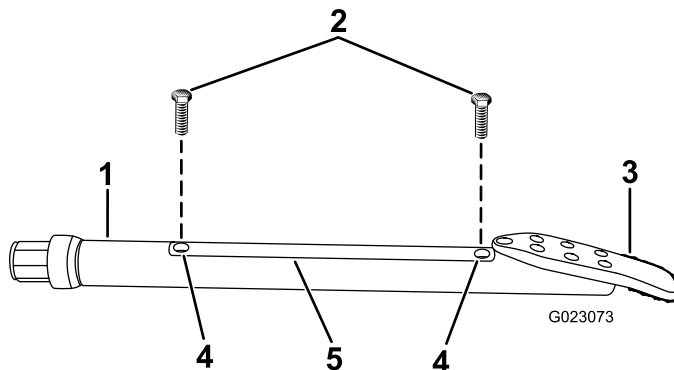

Рисунок 75
2. Ослабьте винты крепления крышки корпуса и снимите крышку (Рисунок 75)
4. Установите крышку корпуса и закрепите ее винтами (Рисунок 75).